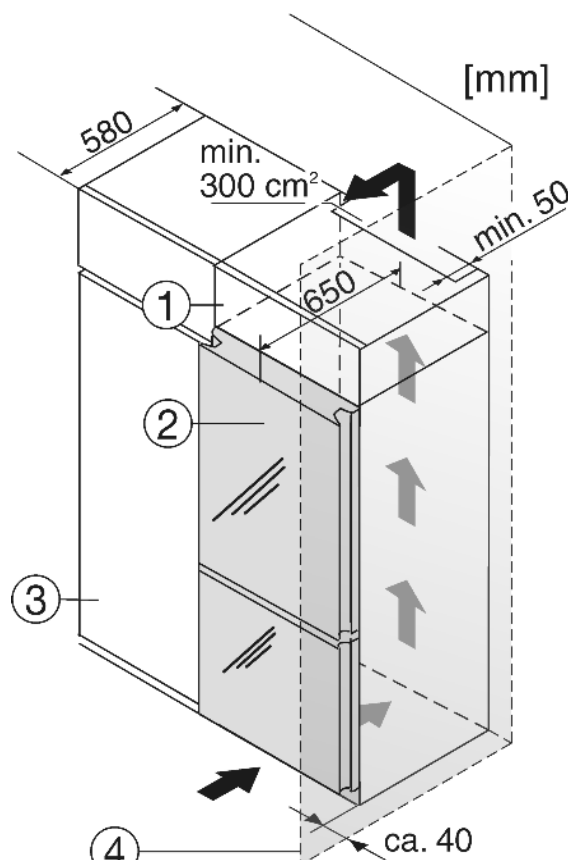

Fig. 17
- (1) Élément haut
- (2) Appareil
- (3) Placard de cuisine
- (4) Mur
L'appareil peut être entouré de meubles de cuisine. Pour adapter l'appareil Fig. 17 (2) à la hauteur des placards de la cuisine intégrée, on peut placer un élément haut Fig. 17 (1) au-dessus de l'appareil.
Lors de la transformation avec des placards de cuisine (profond. max. 580 mm), l'appareil peut être placé directement à côté du placard Fig. 17 (3). La porte de l'appareil saillit de 70 mm par rapport à la face avant du placard de cuisine. Ainsi, elle se laisse ouvrir et fermer sans problèmes.
Si l'appareil est installé avec les charnières à côté d'un mur Fig. 17 (4), la distance entre l'appareil et le mur doit être de 40 mm min.